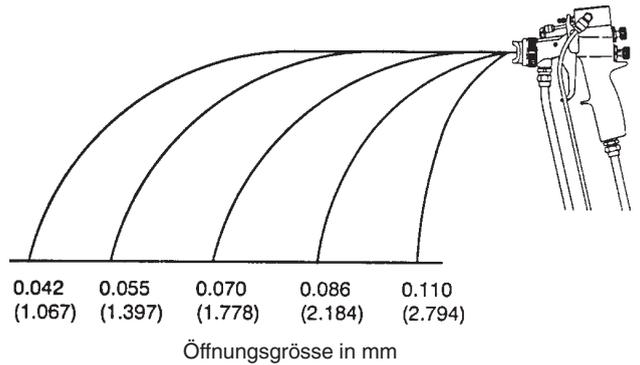

Fig. 10
**Hinweis:** Eine grössere Materialdüse bei reduziertem Kleberdruck ergibt den gleichen Mengendurchsatz, verringert aber die Materialfliessgeschwindigkeit. Siehe Abb. 10. Wenn die Luft zugestellt wird, kann diese länger auf das Material einwirken, dadurch ergibt sich eine bessere Zerstäubung.
- J. Sollte auch nach Erhöhung des Zuführluftdrucks zur Pistole die Zerstäubung immer noch nicht befriedigen, empfiehlt es sich, zur Verringerung der Materialgeschwindigkeit eine grössere Materialdüse einzubauen. Siehe Abb. 10. Schritt 5.E bis 5.I wiederholen bis die Zerstäubung wie gewünscht ist.